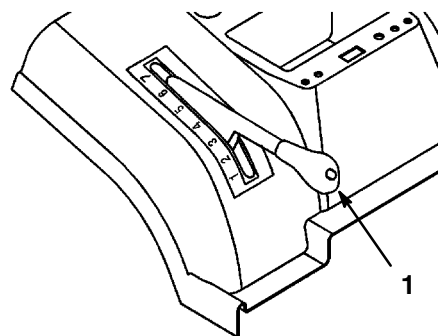

Abbildung 5
2. Den Schnitthöhenhebel (Mähdeckanhebung) auf die gewünschte Position ziehen bzw. schieben (Abb. 5).
**Wichtig:** Beim Fahren außerhalb des Rasens muss der Schnitthöhenhebel in der höchsten Position (7) stehen, um Beschädigung der Schnittmesser zu verhindern.